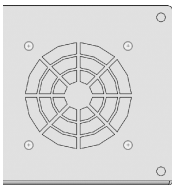

图 14-28 绘制草图 3
12) 单击特征实体的左表面,使其成为草图绘制平面。单击【标准视图】工具栏中的 (正视于) 按钮,并单击【草图】工具栏中的 (草图绘制) 按钮,进入草图绘制状态。使用【草图】工具栏中的 (圆) 工具,绘制如图 14-28 所示的草图。单击 (退出草图) 按钮,退出草图绘制状态。